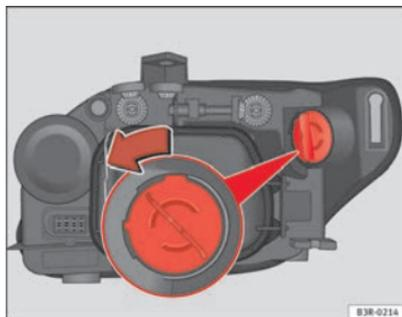

Abb. 219 DRL (Tagfahrlicht)
- Drehen Sie den Lampenhalter gegen den Uhrzeigersinn und ziehen Sie ihn ⇒ Abb. 219 mit der Glühlampe heraus.